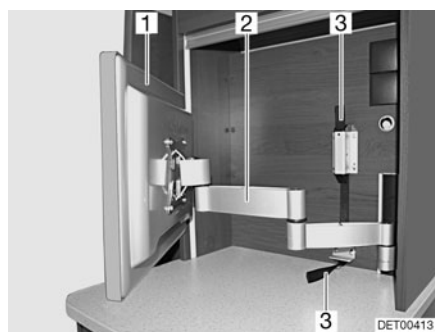

Fig. 90 Pantalla plana con brazo articulado
- Tirar de la cinta textil (Fig. 90,3) para desbloquear el brazo articulado (Fig. 90,2).
- Girar la pantalla plana (Fig. 90,1) a la posición deseada.